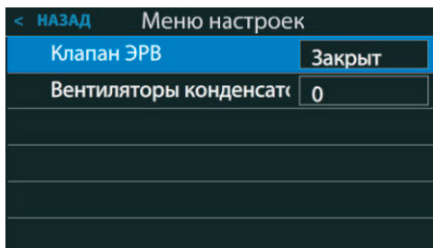

Рисунок 20 - Настройка
6.2 Раздел «Настройка» (рисунок 20)